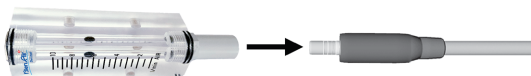

FIG. 5
4. Umieścić przepływomierz na mocowaniu nasadki, następnie włączyć powietrze chłodzące i zmierzyć natężenie przepływu powietrza. Wartość mierzy się pośrodku kuli przepływomierza zgodnie z normą JIS B7551 (RYS. 5).